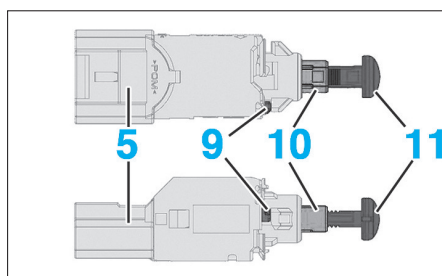

FIG. 20
- Vérifier que la clé de verrouillage (9) du support poussoir (10) est dans le prolongement de l'ergot de centrage du contacteur de stop (Fig.20).
*Dans ce cas, la course du support poussoir (10) dans le contacteur de stop (5) est limitée.*
- Présenter le contacteur de stop (5) sur le support, piston (11) en appui sur la pédale de frein.
- Appuyer fermement sur le contacteur de stop (5) dans l'axe pour régler le piston (11) dans le support poussoir (10), jusqu'à ce que l'embase du contacteur soit en appui sur son support.